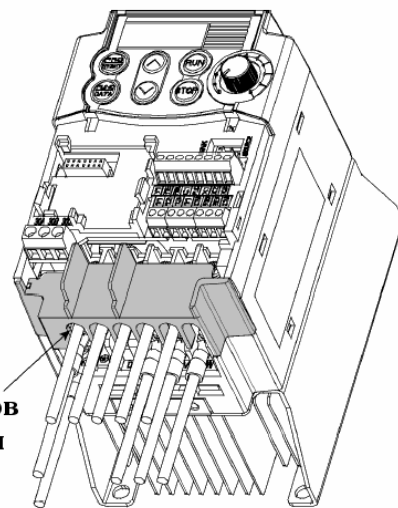

Рис. 2.11. Установка на место крышки КК цепи питания.
1) Расположите провода, идущие от сетевых клемм, параллельно друг другу (рис. 2.11).